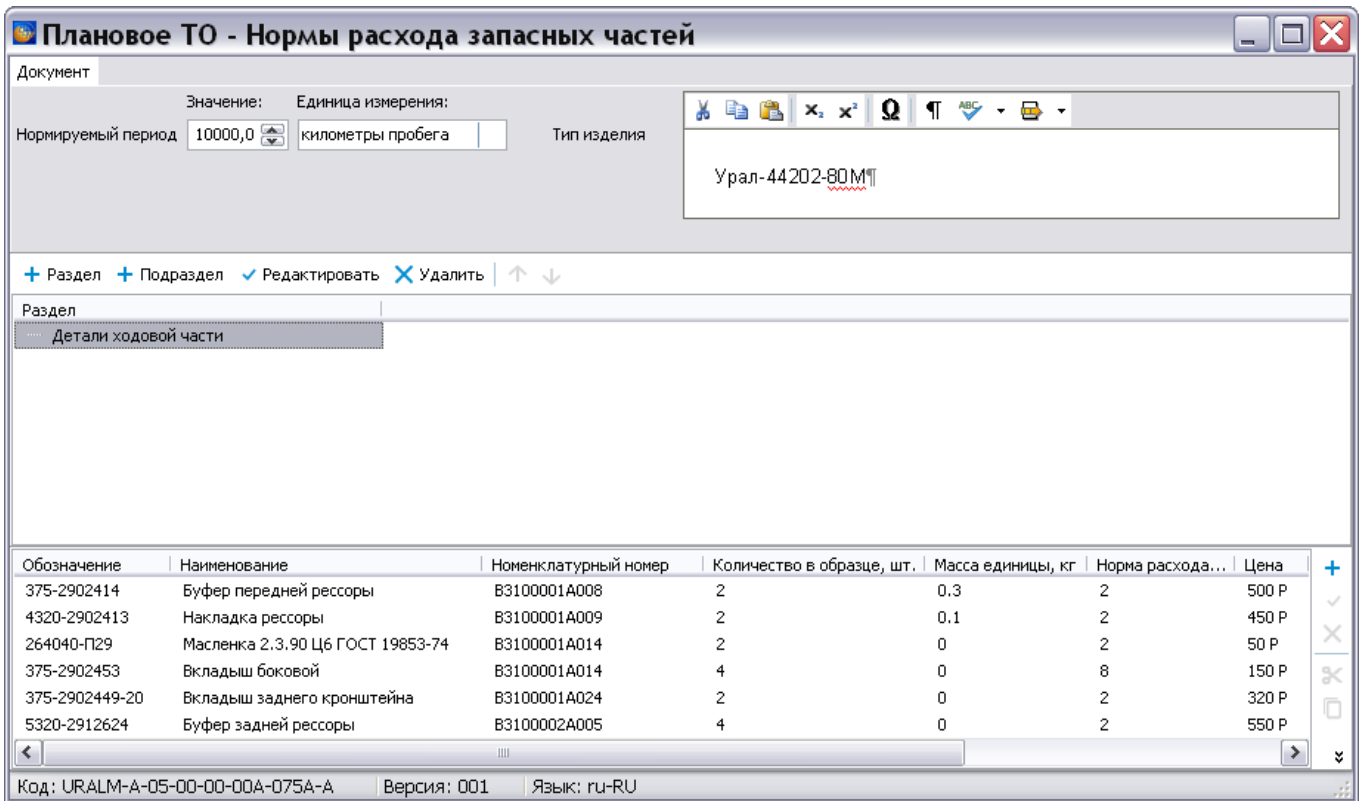

Рисунок 643
5) Введите параметры всех запасных частей, относящихся к определенным разделам/подразделам (рисунок 643).